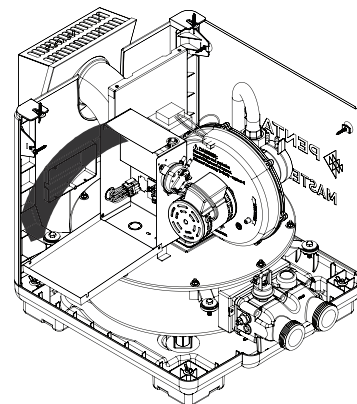

Figura 29.
3. Abra la tapa de la caja de control (ver **Figura 29**).